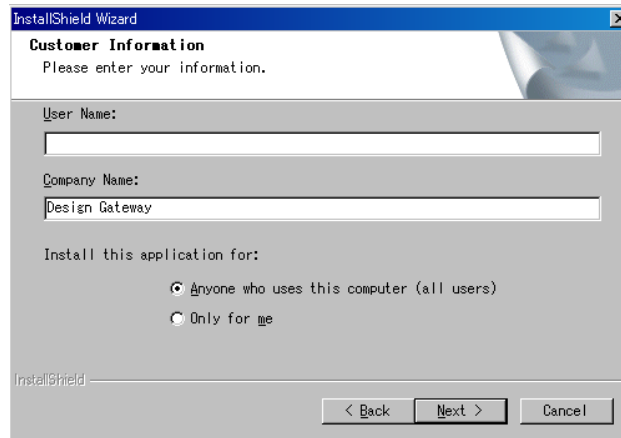

図 13 「Customer Information」画面
2. 図 13 のように「Customer Information」ダイアログでインストールする PC の情報を入力し、「Next >」ボタンをクリックして次に進みます。